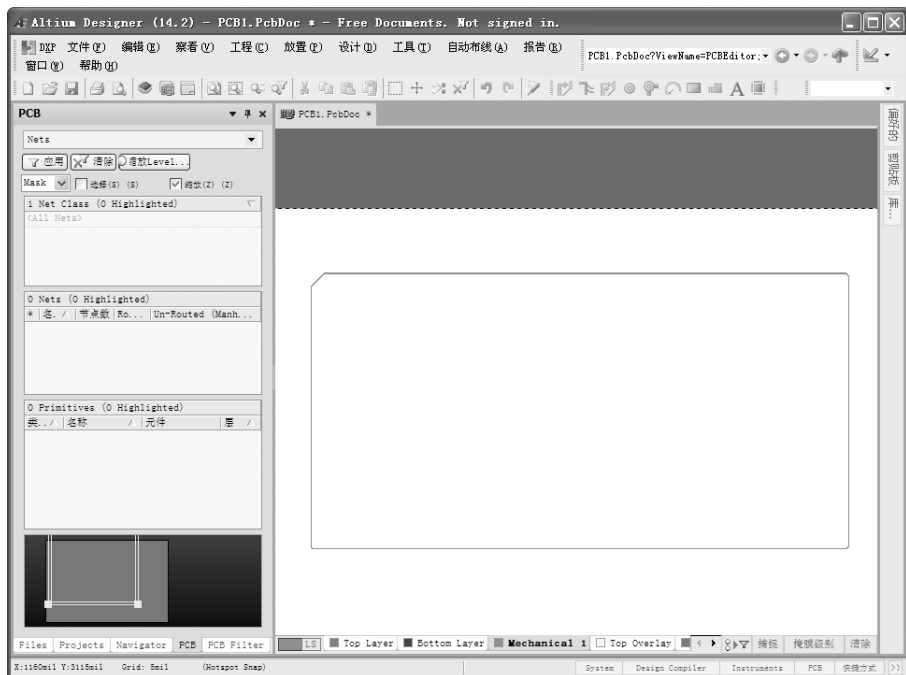

图 7-22 绘制好的 PCB 边框
4) 当放置的线组成了一个封闭的边框时，就可结束边框的绘制。右键单击或者按〈Esc〉键退出该操作，绘制好的 PCB 边框如图 7-22 所示。